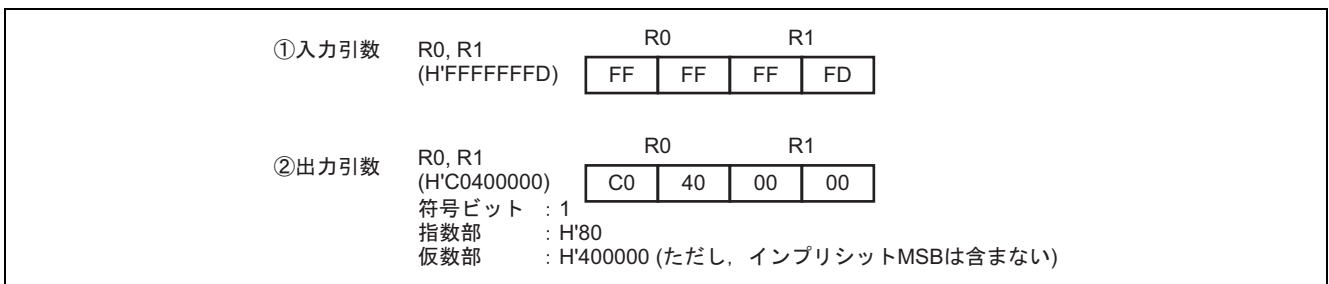

図 1 ソフトウェア KFTR の実行例
プログラミング仕様のクロックサイクル数は、図 1 の例を実行した場合の値です。
(2) 図 1 にソフトウェア KFTR の実行例を示します。
入力引数を図 1 のように設定すると、図 1 に示すように、変換結果が R0, R1 に設定されます。